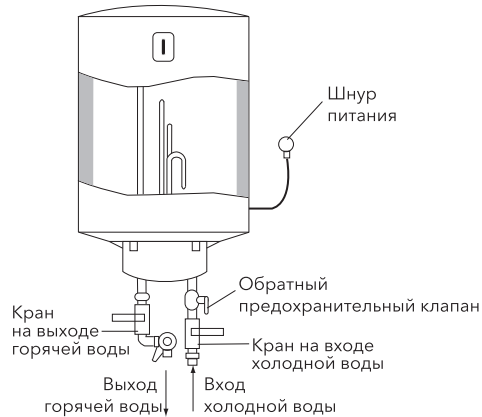

Рис. 9.
3. Предохранительный клапан следует устанавливать в месте входа воды (см. рис. 9 и 10).